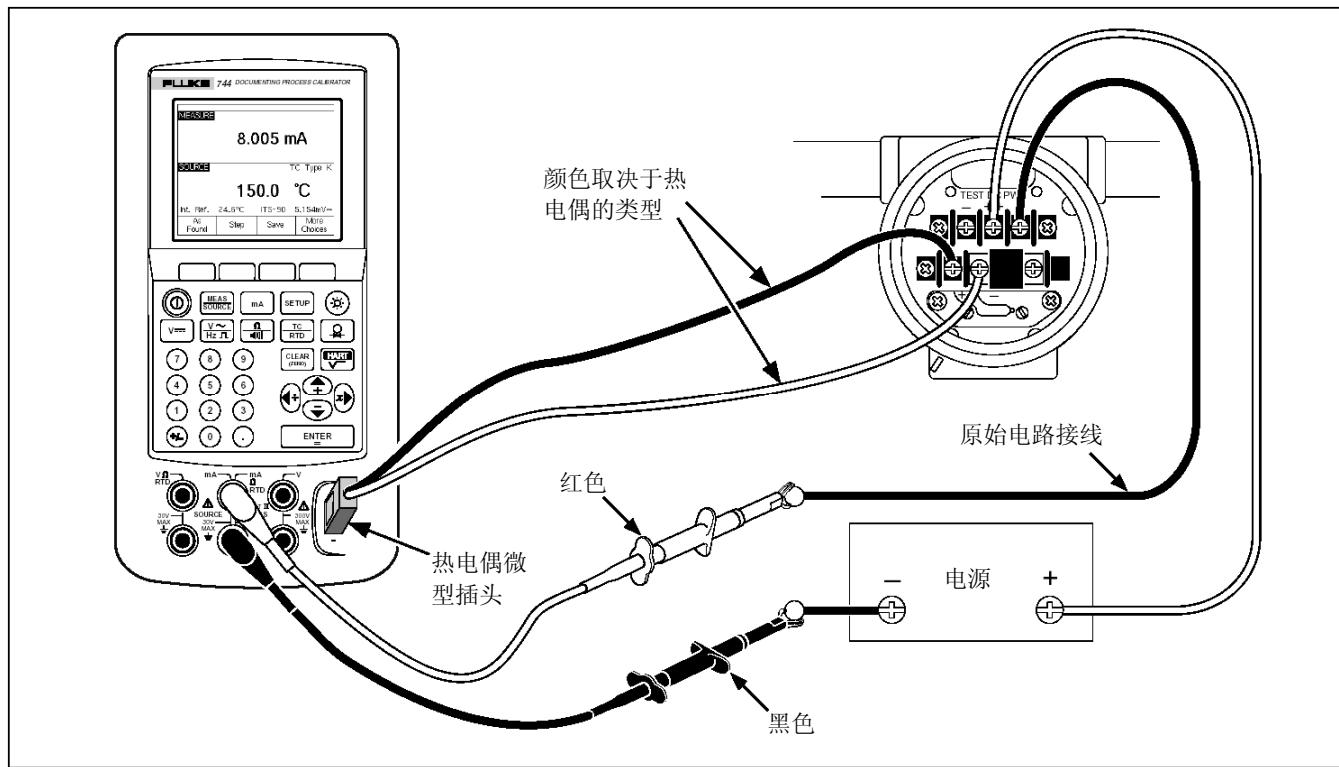

图 23 校准热电偶温度变送器
1. 如图 23 所示，将测试线连接到被测试仪表。这种连接模拟了一个热电偶，并测量相应的输出电流。